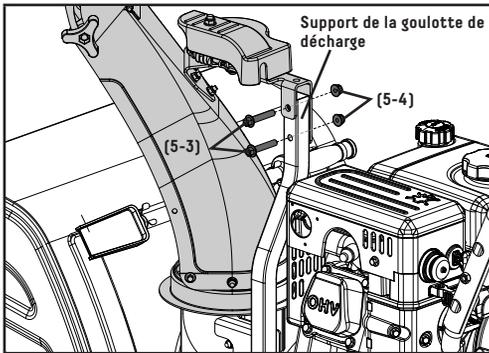

Figure 9B
- Remove the bolts (5-3) and nuts (5-4) on the snow discharge support.** Mettez la goulotte de décharge de la neige sur la base du corps de la machine. Attachez le support de la goulotte de décharge au moyen des boulons (5-3) et des écrous (5-4) (figure 9B).